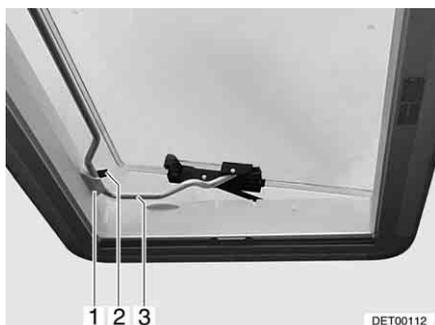

Fig. 63 Claraboya Heki en posición de ventilación 2
- Situar la horquilla (Fig. 63,3) en la sujeción (Fig. 63,1).
- Colocar la palanca (Fig. 63,2) sobre la horquilla.